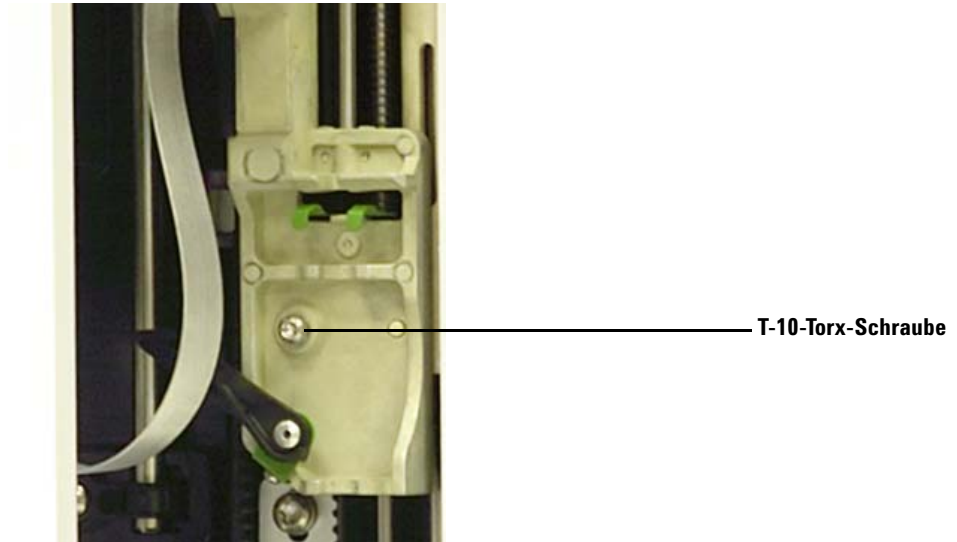

Abb. 105 Entfernen der T-10-Torx-Schraube über der Spritzenverriegelung
- 9 Lösen und entfernen Sie die T-10-Torx-Schraube über der Spritzenverriegelung vollständig (Abb. 105).